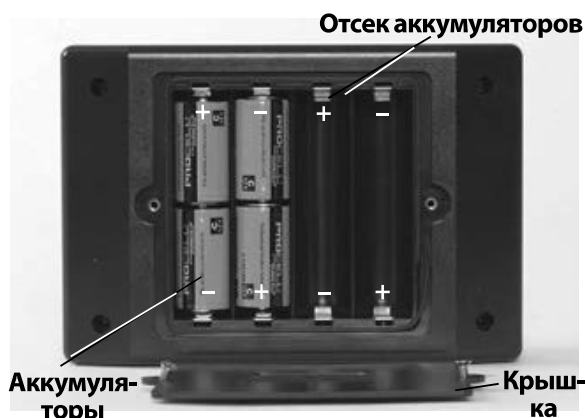

Рис. 6 – Замена аккумуляторов (передатчик)
1. Выключив прибор, снимите крышку отсека аккумуляторов. При необходимости извлеките аккумуляторы (Рис. 6).